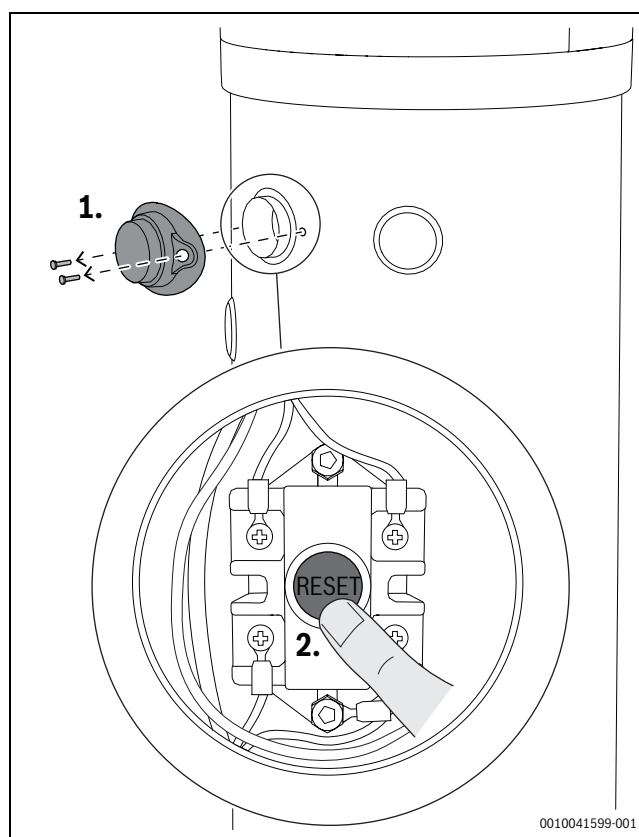

Fig. 32 Réinitialisation du thermostat
- Démonter le cache en plastique en dévissant les vis de blocage correspondantes (étape 1, Fig. 32)
- Réinitialiser manuellement le thermostat de sécurité (étape 2, Fig. 32)